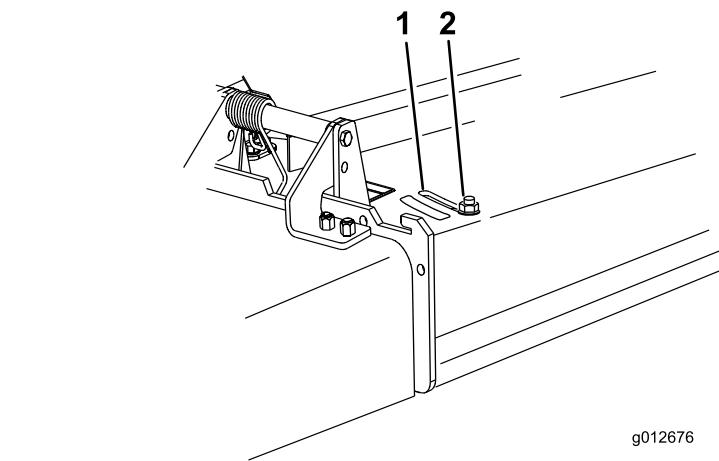

Figura 11
3. Afloje la contratuerca (Figura 11).